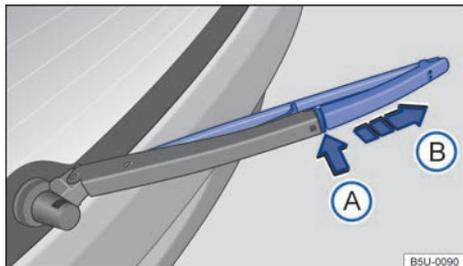

Fig. 142 Sustituir la escobilla del limpiaparabrisas.
- Mantener la tecla de desbloqueo → fig. 142 ⓘ presionada.